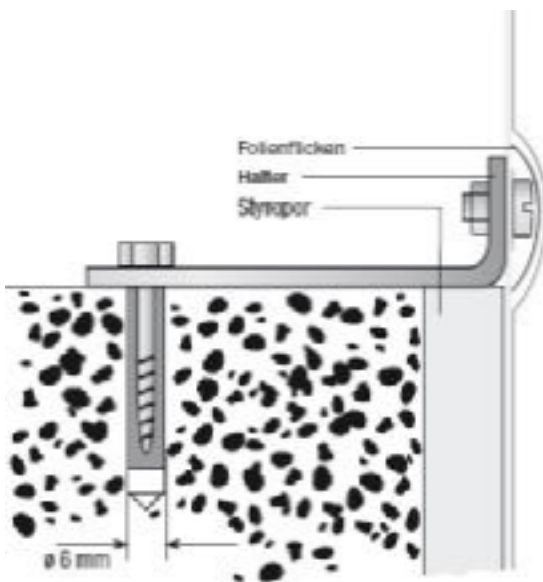

Abb.7
**Im Bereich der geraden Mauern muss die Beckenwand mit den beigefügten Metallwinkeln befestigt werden. Die dafür notwendigen Löcher müssen gebohrt und wieder rostgeschützt werden. Überkleben Sie anschließend die Schraubenköpfe mit Doppelklebeband und polstern Sie darüber noch einmal mit einem Folienflicken ab. Abb.7**